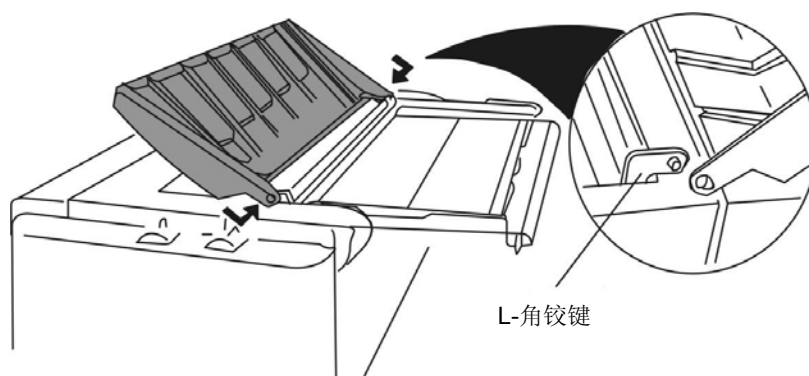

图 2-6 安装隔音盖
3. 再轻轻向内按住另一侧的 L 形铰链，把隔音盖的另一孔套进固定柱，然后松开（如图 2-6 所示）。